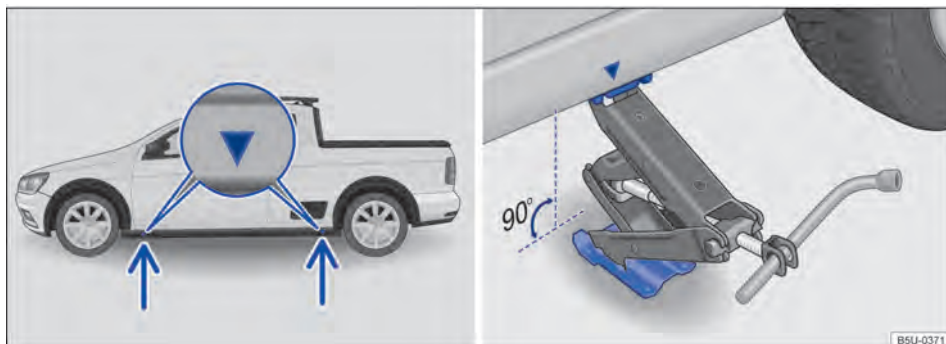

Fig. 219 Pontos de apoio do macaco e macaco posicionado no lado esquerdo traseiro do veículo.
O macaco somente pode ser posicionado nos pontos de apoio indicados (marcação na carroceria) → Fig. 219. É válido o ponto de apoio localizado próximo à roda correspondente → ⚠.
7. Procurar sob o veículo o ponto de apoio do macaco → Fig. 219, mais próximo da roda a ser trocada.
9. Garantir que a base do macaco, com toda sua superfície, esteja sobre o chão e que a base se encontre perpendicularmente abaixo do ponto de colocação → Fig. 219.
10. Alinhar o macaco e, simultaneamente, levantar a garra do macaco até ela se encaixar na travessa debaixo do veículo → Fig. 219.
- Posicionar o macaco somente nos pontos indicados. A garra do macaco deve se encaixar no perfil da longarina de forma segura → Fig. 219.